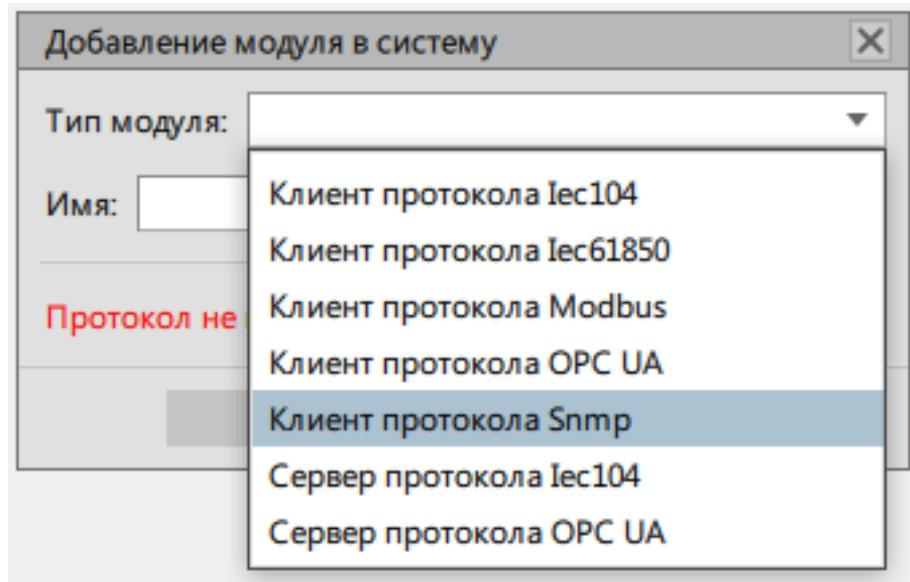

Рисунок 240 - Клиент протокола Snmp
12. Выберите модуль **Клиент протокола Snmp** и нажмите **OK** (Рисунок 240).